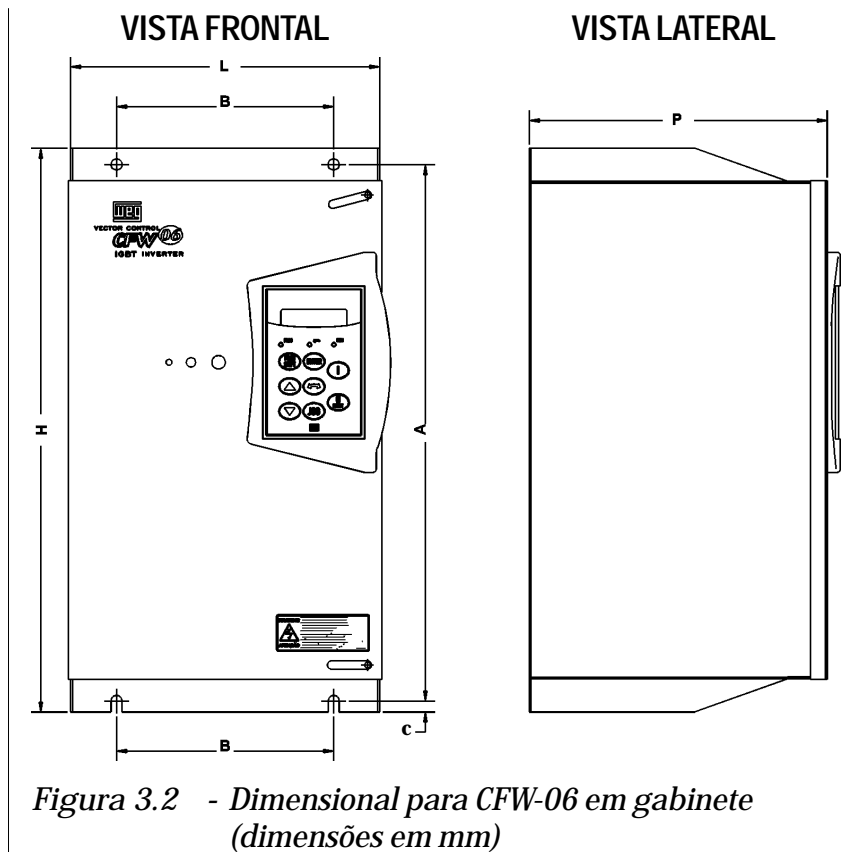

Figura 3.2 - Dimensional para CFW-06 em gabinete (dimensões em mm)
- ☑ Dimensões externas, furos para fixação etc, ver figura 3.2.